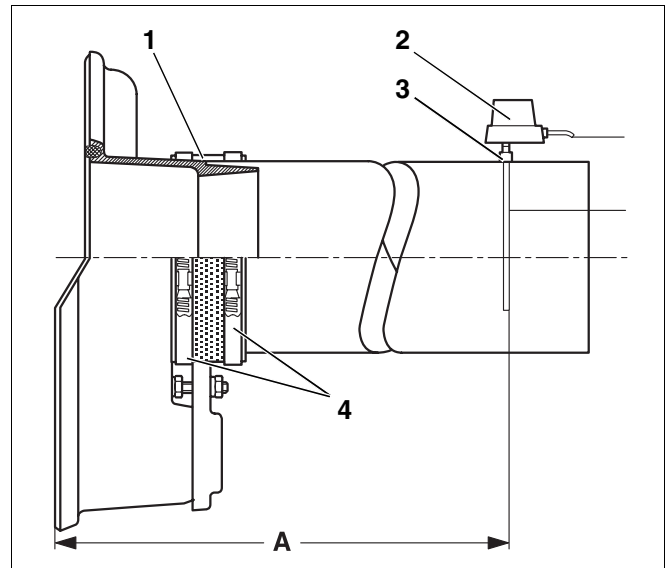

Fig. 33
Det anbefales at anvende en tætningsmanchet til røgrøret (Fig. 33, pos. 1).
- Læg spændebånd (Fig. 33, pos. 4) omkring manchetten. Det ene spændebånd skal spændes på røgekassens studs og det andet på røgrøret.
- Svejs en muffe (Fig. 33, pos. 3) ind i røgrøret i en afstand fra røgekassen som svarer til $2 \times$ røggasrørets diameter (A).
- Monter røggasføleren (Fig. 33, pos. 2) i henhold til den separate monteringsvejledning.